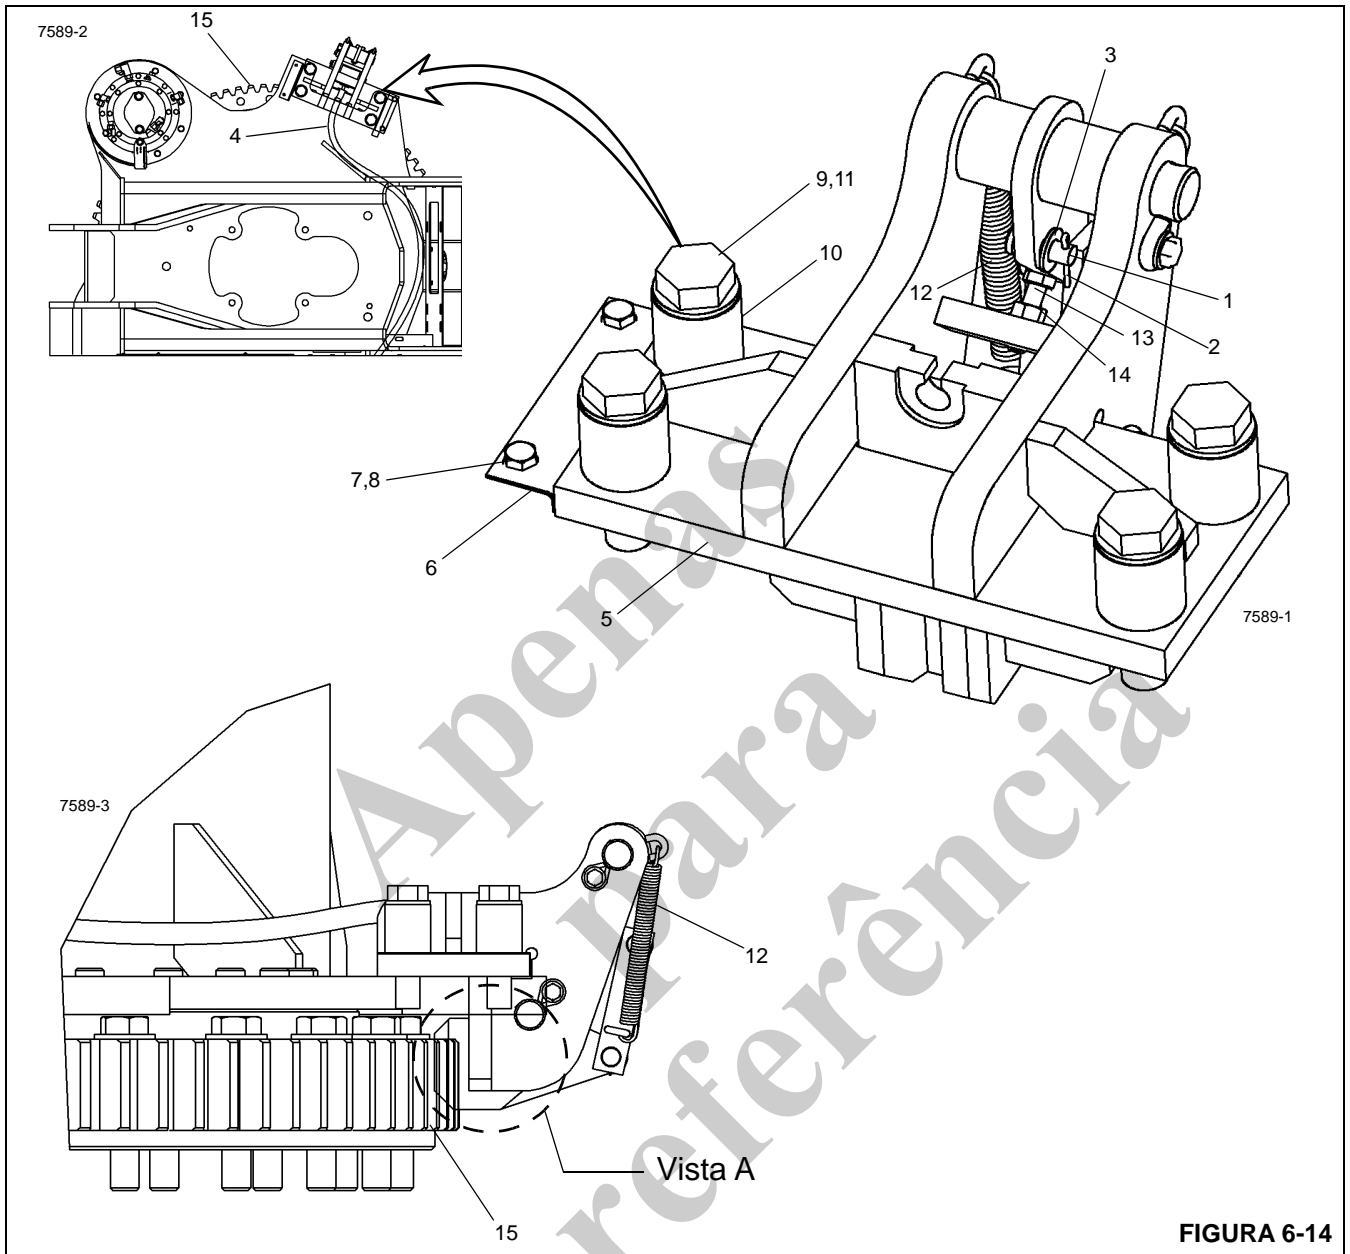

FIGURA 6-14
Consulte a Figura 6-14 para os procedimentos a seguir.
3. Conecte o cabo (4) à trava de giro (5) com o pino de segurança (1), contrapino (2) e arruela (3).
4. Ajuste o cabo (4) usando o procedimento a seguir.
b. A Figura 6-14 mostra uma vista lateral (A) da trava de giro engatada na coroa do rolamento de giro (15).